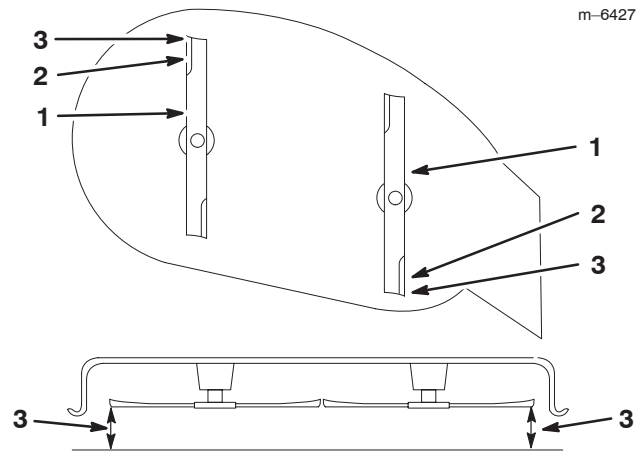

Figure 41
8. Réglez la hauteur de coupe à la position 3 [76 mm (3 pouces)] et tournez les lames avec précaution dans le sens longitudinal (Fig. 41).
9. Mesurez la distance entre la pointe de la lame avant et la pointe de la lame arrière par rapport à la surface plane (Fig. 41). Si la pointe avant de la lame n'est pas de 1,6 à 7,9 mm (1/16 à 5/16 pouce) plus basse que la pointe arrière, réglez les contre-écrous avant.